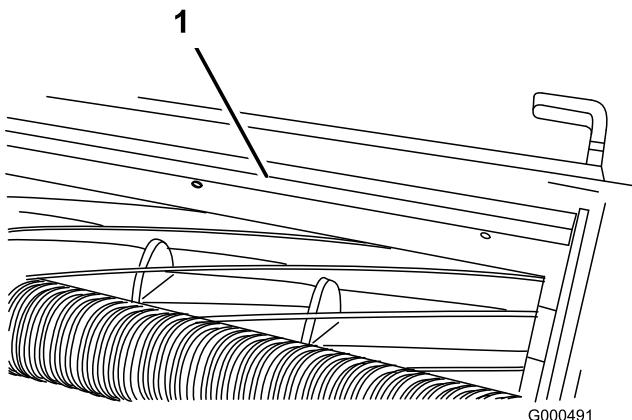

図 60
- バー（図 60）をカッティングユニットに固定しているネジをゆるめる。